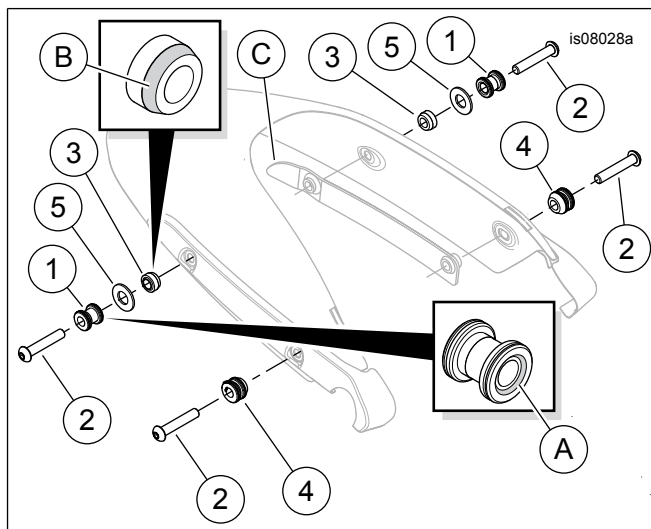

Figura 3. Parti di ricambio: Kit bulloneria di ancoraggio
Vedere Figura 3 e Tabella 1.
1. Vedere Figura 3. Rimuovere e gettare la vite **posteriore** del sostegno del parafrangio.
2. Prendere dal kit un punto di ancoraggio largo (1), una vite (2) e un distanziale dei punti di ancoraggio (3).
3. Installare il punto di ancoraggio sulla filettatura della vite, in modo che l'estremità con la svasatura (A) sia in ultima posizione. Installare il distanziale del punto di ancoraggio sulla filettatura, in modo che l'estremità conica (B) sia posizionata per ultima.
4. Installare la vite attraverso il sostegno del parafrangio e il parafrangio, quindi nel distanziale di montaggio del parafrangio (C). Serrare a mano.
6. Procurarsi dal kit un punto di ancoraggio stretto (4) e una vite (2).
9. Installare la vite attraverso il sostegno del parafrangio e il parafrangio, quindi nel distanziale di montaggio del parafrangio (C). Serrare ad una coppia di 54,2 N-m (40 ft-lbs).
- b. Vedere Figura 3. Rimuovere la vite assemblata (2), il punto di ancoraggio largo (1) e il distanziale del punto di ancoraggio (3) dalla posizione del punto di ancoraggio posteriore su ciascun lato.
- Vedere Figura 3. Rimuovere la vite assemblata (2), il punto di ancoraggio largo (1) e il distanziale del punto di ancoraggio (3) dalla posizione del punto di ancoraggio posteriore su ciascun lato.
- Girare i punti di ancoraggio di 180°. Installare i punti di ancoraggio, posizionando l'estremità con la svasatura (A) **per prima**, sulle filettature delle viti.
- Prendere dal kit due rondelle distanziatrici (5). Installare una rondella distanziatrice sulle filettature di ciascuna vite.
- Installare i distanziali del punto di ancoraggio sulla filettatura, in modo che l'estremità conica (B) sia posizionata per ultima.
- Installare le viti attraverso i sostegni del parafrangente e il parafrangente, quindi nei distanziali di montaggio del parafrangente (C). Serrare le viti ad una coppia di 54,2 N·m (40 ft-lbs).